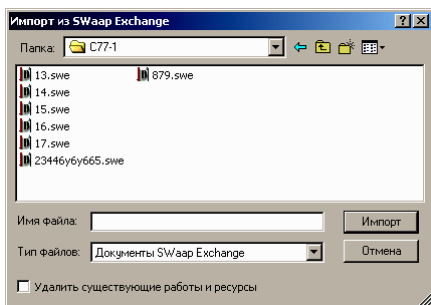

Рис. 3.13. Диалоговое окно «Импорт из SWaap Exchange».
3. Откроется диалоговое окно «*Импорт из SWaap Exchange*» (рис. 3.13), в котором выберите нужный файл.